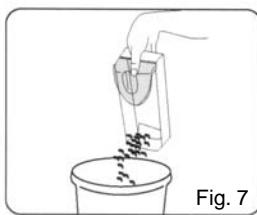

Fig. 7
2. Vacíe el contenido del recipiente para la tierra. (Fig. 7). Si lo desea, puede enjuagarlo con agua, pero debe **secarlo completamente** antes de colocarlo nuevamente en la barredora.